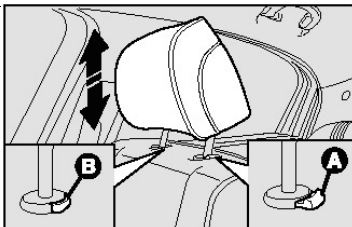

рис.35
- нажмите одновременно на кнопки **A** – **рис.35** (расположенные с двух сторон держателей подголовников) и выньте подголовники, подняв их вверх.